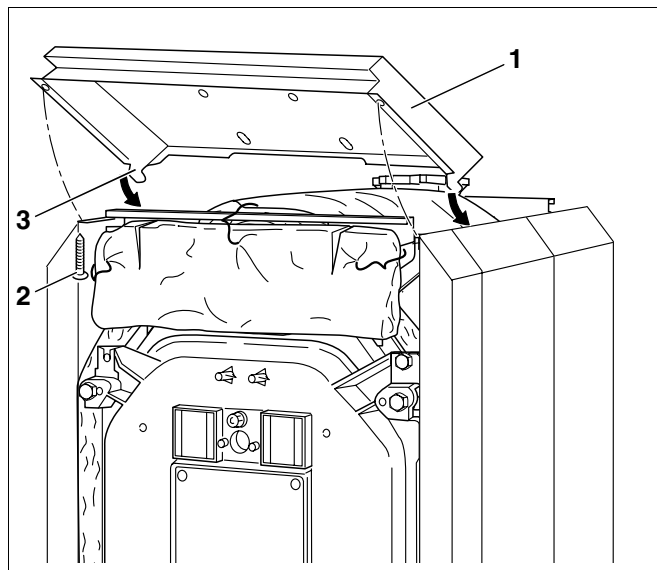

Рис. 52 Установка передней крышки
- Переднюю крышку (рис. 52, **поз. 1**) с двумя крюками (рис. 52, **поз. 3**) установить на передние секции боковых стенок.
- Закрепить двумя саморезами (рис. 52, **поз. 2**) переднюю крышку снизу к продольным планкам.